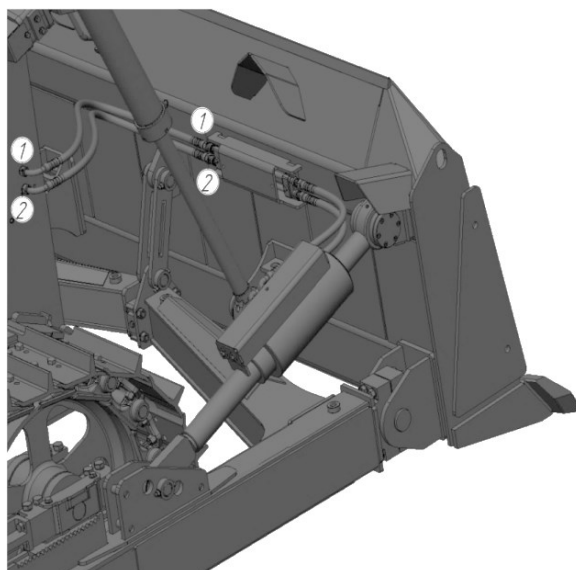

Рисунок 3.111. Монтаж РВД гидроцилиндра перекоса отвала
3.5.7. Монтаж РВД (рис. 3.111 и 3.112)